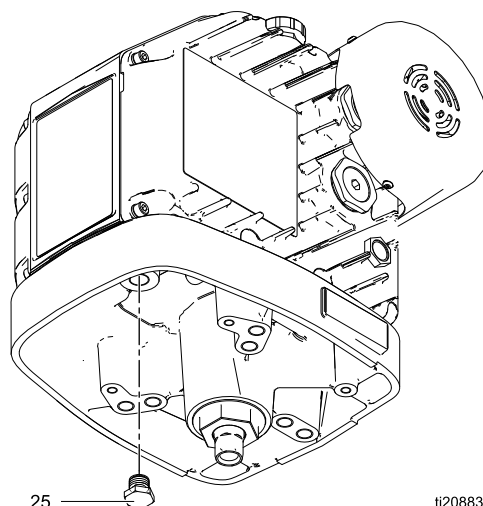

Figure 6 Заглушка слива масла
1. См. рис. 6. Установите контейнер объемом не менее 1,9 л (2 кварты) под отверстием для слива масла. Удалите заглушку слива масла (25). Дождитесь, когда все масло выльется из двигателя.
2. Установите заглушку слива масла (25) на место. Затяните с усилием 34–40 Н•м (25–30 футофунтов).